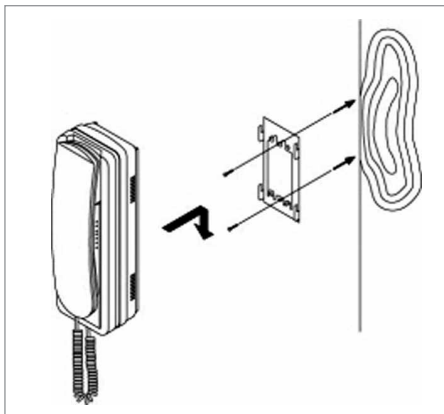

Рисунок 5. Установка абонентского блока «Рупор-ДТ»
2. Двумя саморезами из комплекта поставки закрепите кронштейн на деревянной или гипсокартонной поверхности (рис. 5).